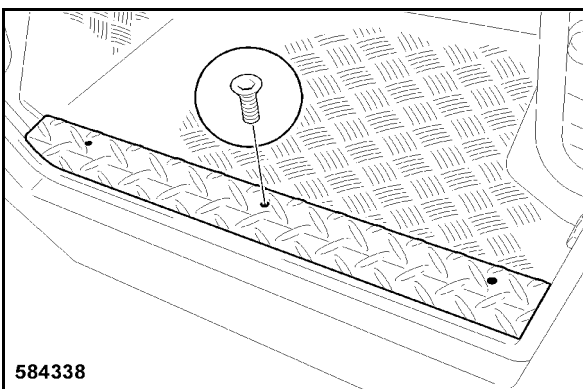

fig. 219
- Installer la tôle du marchepied 1 (fig. 219) et serrer les trois vis de fixation (2).